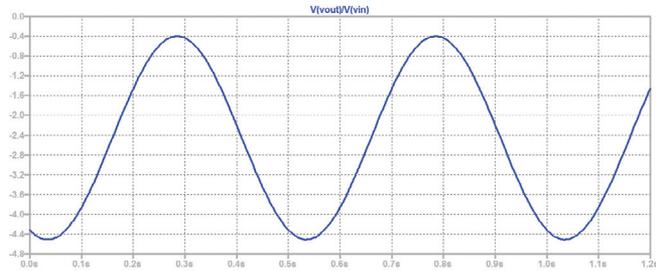

图2. 输出电压瞬态分析
- ▶ 瞬态：在电路的输入端连接一个波形发生源。配置该源生成幅度为500 μV 、频率为2 Hz、偏置500 mV的正弦波。观察输出信号幅度，以图形方式确定电路的总增益（图2）。